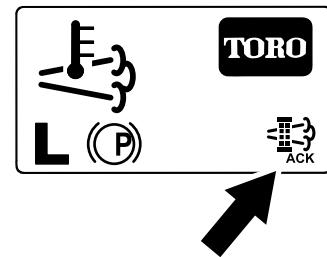

Figure 58
- L'InfoCenter affiche l'écran d'accueil et l'icône de confirmation de régénération (Figure 58) apparaît en bas à droite de l'écran pendant le processus de régénération.